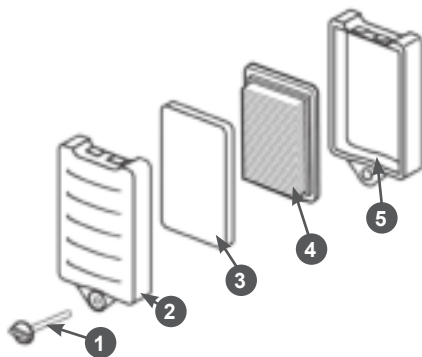

Рис. 17 Обслуживание воздушного фильтра
1. Открутите болт 1 и снимите крышку 2 воздушного фильтра (Рис. 17).
2. Извлеките предварительный поролоновый 3 и основной бумажный 4 фильтрующие элементы (Рис. 17).
4. При незначительном загрязнении промойте предварительный поролоновый фильтрующий элемент 3 (Рис. 17) теплым мыльным раствором и просушите. Поврежденный или сильно загрязненный поролоновый фильтрующий элемент замените.
Бумажный фильтрующий элемент 4 (Рис. 17) не подлежит очистке, необходима его замена. Не продувайте основной бумажный фильтрующий элемент сжатым воздухом, не промывайте его в бензине и других растворителях.
- Произведите очистку крышки 2 и корпуса 5 воздушного фильтра, не допуская попадания пыли и грязи в воздуховод, ведущий к карбюратору (Рис. 17).